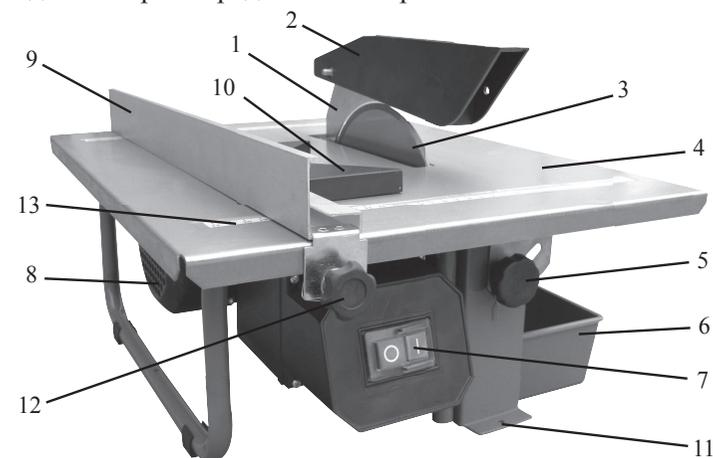

рис. 1
Общий вид плиткореза представлен на рис. 1
8.2 Перед пуском плиткореза убедитесь, что отрезному диску 3 (рис. 1) ничего не мешает и он имеет свободное вращение. Подавайте заготовку к отрезному диску после того, как он наберёт максимальную скорость вращения.
8.5 По окончании резания нажмите кнопку выключателя 7 (рис. 1), дождитесь полной остановки отрезного диска 3 (рис. 1) снимите с рабочего стола 4 (рис. 1) готовую заготовку и уберите ненужные обрезки.
9.3 По завершению уберите поддон 6 (рис. 1), включите плиткорез и просушите отрезной диск на холостом ходу.
6.1 Установите плиткорез на ровной горизонтальной поверхности стола и зафиксируйте с помощью крепёжных отверстий 11(рис. 1).
6.6 Как показано на рис. 1 установите и зафиксируйте параллельный